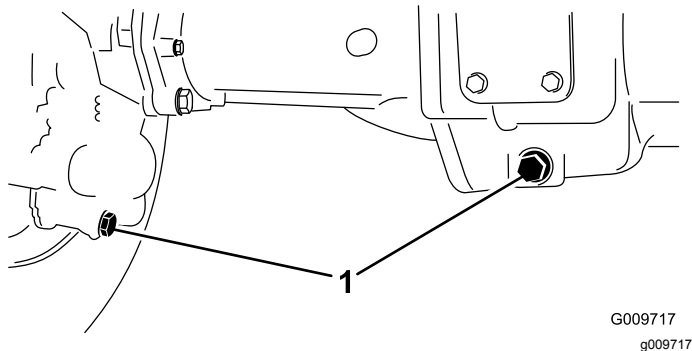

Figura 70
2. Pulite attorno ai tre tappi di spurgo, uno per lato ed uno in centro (Figura 70).